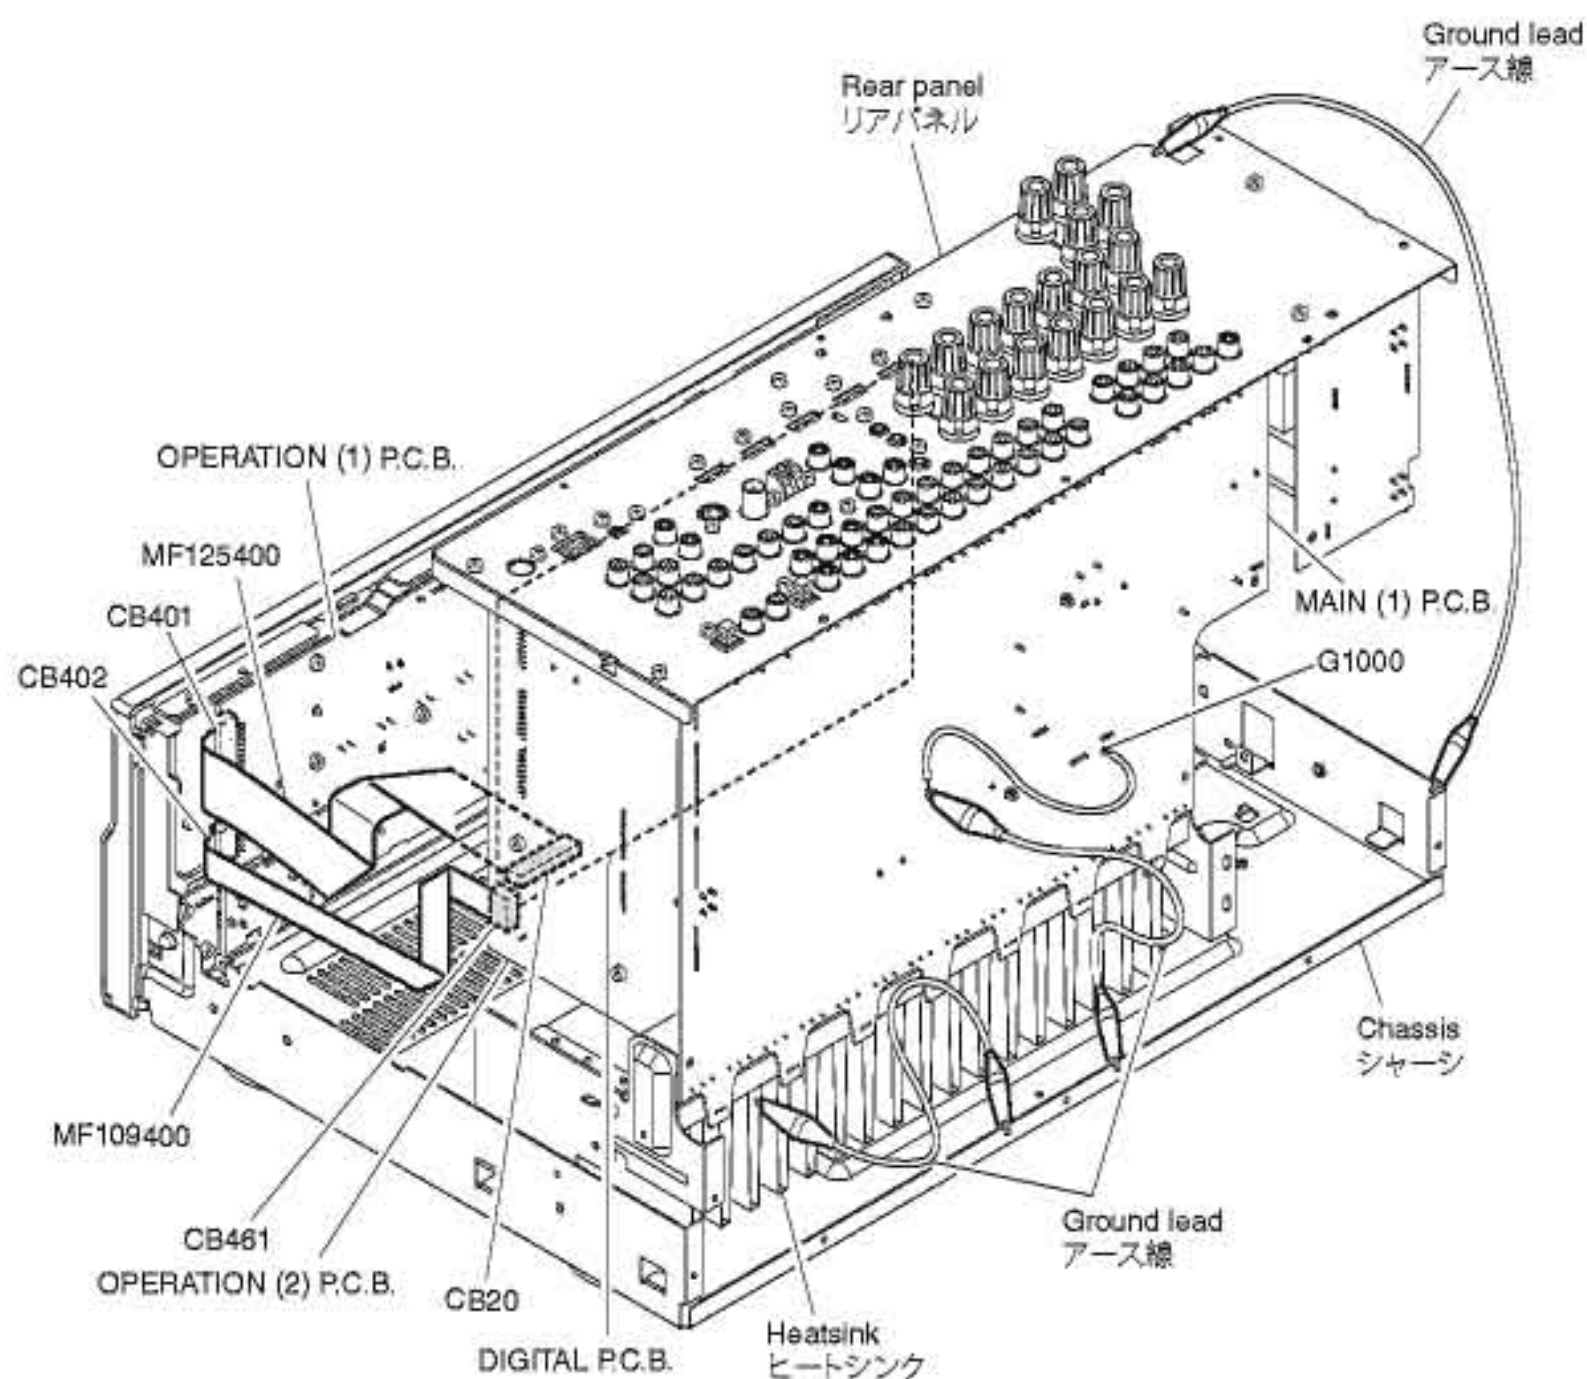

Fig. 3
- Place the P.C.B.s (with rear panel) upright. (Fig. 3)
- Connect the ground points of the heatsink, rear panel and MAIN (1) P.C.B. (G1000) to the chassis with a ground lead or the like. (Fig. 3)
- リアパネルと一緒にP.C.B.を立ち上げて置きます。(Fig.3)
- ヒートシンク、リアパネル、MAIN (1) P.C.B.のG1000のアースをリード線等でシャーシに接続してください。(Fig.3)